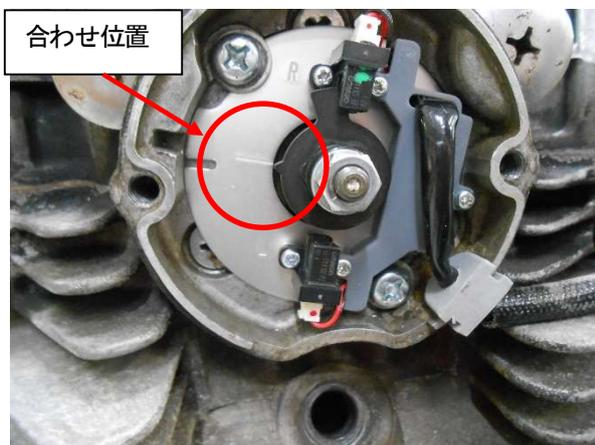

図5、タイミングプレートの本締め
- ⑥タイミングプレートをタイミングロータとの位置を合わせ本締めして下さい(図5)。
- ⑦9ページ「プラグコードコネクタ装着方法」に従ってプラグコードを SP2 コイルに装着して下さい。プラグコードノックアップはリーク防止のため、新品又は良品を使用して下さい。